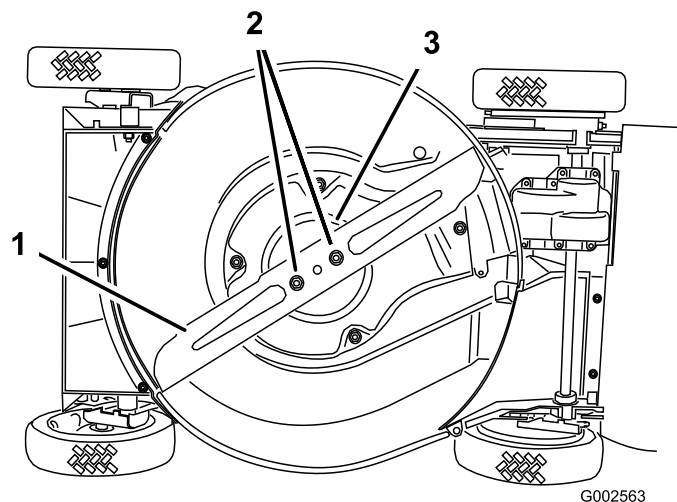

Figura 30
4. Vuelque el cortacésped hacia su lado **derecho** (Figura 30).
Sujete el extremo de la cuchilla usando un paño o un guante grueso. Retire las tuercas de la cuchilla, el protector de césped y la cuchilla (Figura 30).
5. Retire las 2 tuercas de la cuchilla, el protector de césped y la cuchilla (Figura 30).